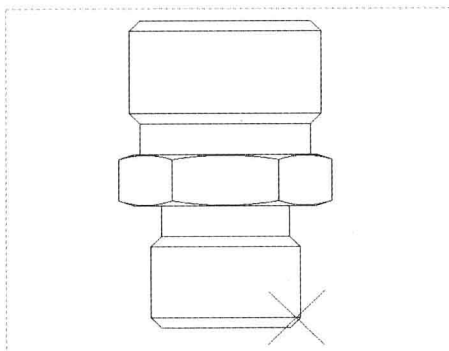

图 12-35 确定细节中心点
Step 03 在绘图区图形的右下方单击鼠标左键, 确定细节的中心点, 如图 12-35 所示。